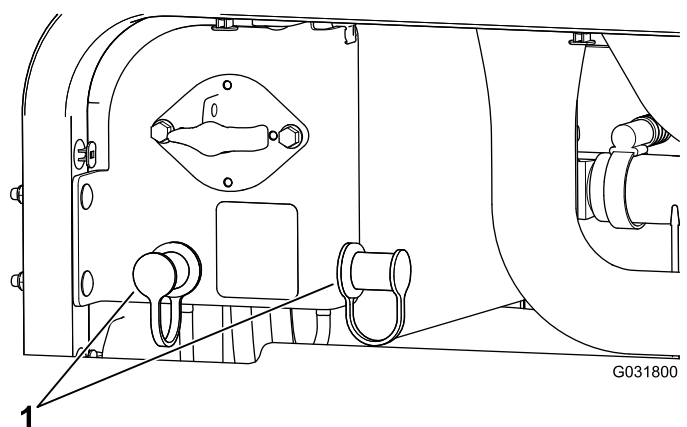

Figure 107
3. Retirez les capuchons des bornes de la batterie déchargée (Figure 107)
- Retirez les capuchons des bornes de la batterie déchargée (Figure 107)